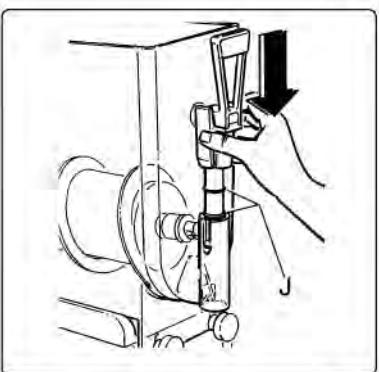

Fig. 18
- h) Rimontare il rubinetto avendo cura di cospargere con grasso di vaselina le guarnizioni (J) per agevolare lo scorrimento del rubinetto nella propria sede fino a completo inserimento (vedi fig. 18).